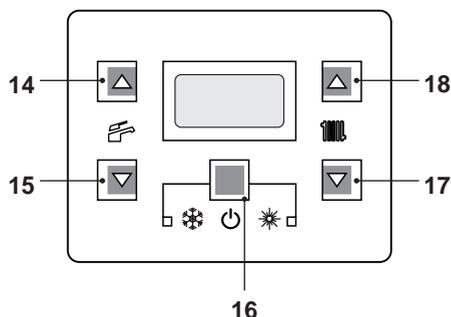
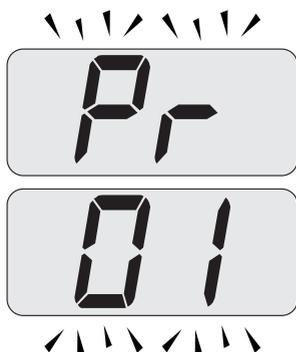
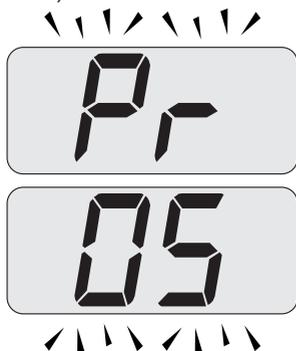

Figura 8.3
Figura 8.4
Figura 8.5
- Entrare in "modalità programmazione" premendo contemporaneamente per 10 secondi i tasti 16 - 17 - 18 (Figura 8.3) fino a far apparire sul display LCD le lettere **Pr** che si alternano con il codice **01**, indicanti l'entrata nel "parametro 01" (Figura 8.4).
- Scorrere i vari parametri utilizzando i tasti 17 o 18 fino a far apparire sul display LCD le lettere **Pr** che si alternano con il codice **05**, indicanti l'entrata nel "parametro 05" (Figura 8.5).
e 18 (Figura 8.3) fino a far apparire sul display LCD il valore del parametro 05 (00=G20) (Figura 8.6).
- Premendo il tasto 16 (Figura 8.3) si ottiene la conferma del valore inserito.
- Premendo contemporaneamente i tasti 16 e 17 (Figura 8.3) si esce senza modificare il valore (ritorno alla lista parametri Figura 8.5)
- Premendo contemporaneamente per 10 secondi i tasti 16 - 17 - 18 (Figura 8.3) si esce dalla "modalità programmazione".